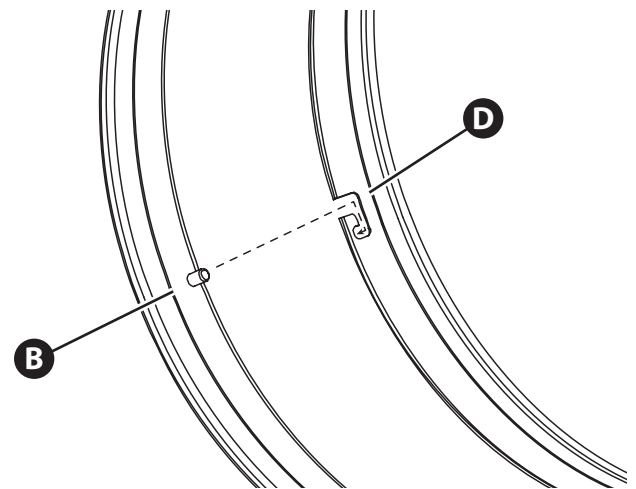

Figure 4.5
(B, Figure 4.5) avec une fente « J » dans la bague de sortie (D). Glisser la bande de raccord à l'intérieur de la bague de sortie aussi profond que possible. Tourner la bande de raccord dans le sens antihoraire jusqu'à la fin de la fente « J », puis tirer pour verrouiller.